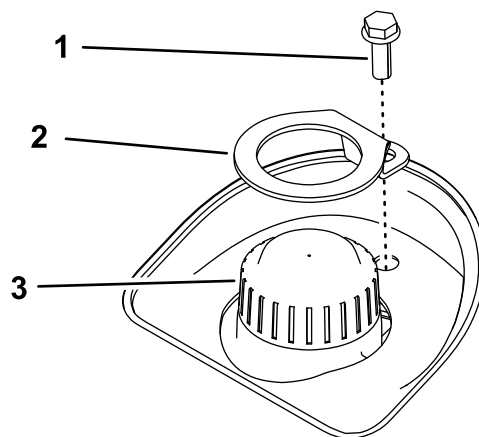

Figura 46
5. Si el nivel de aceite es bajo, retire el bloqueo del tapón y el tapón de la parte superior del depósito de expansión (Figura 46) y añada suficiente fluido hidráulico del tipo especificado para que llegue al nivel correcto.